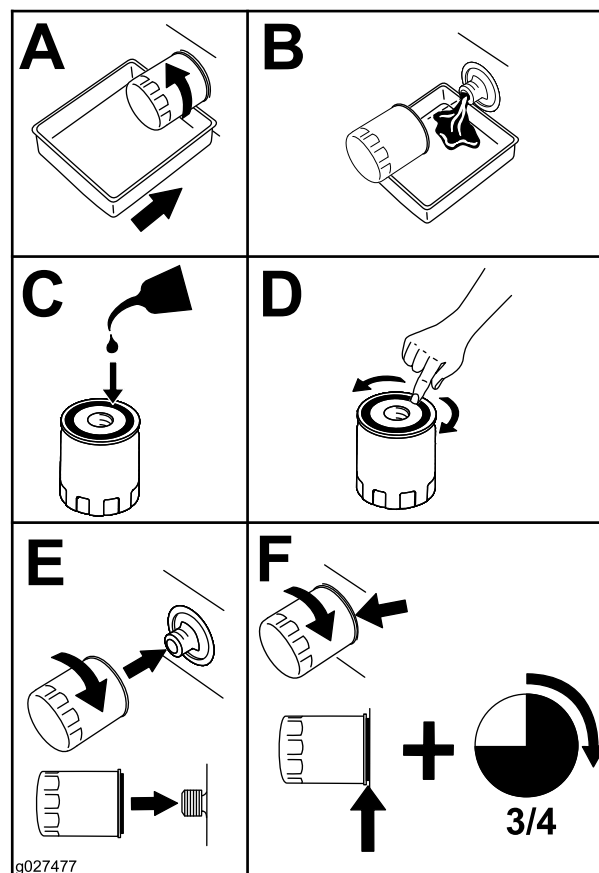

Figura 49
2. Înlocuie filtrul de ulei de motor (Figura 49).